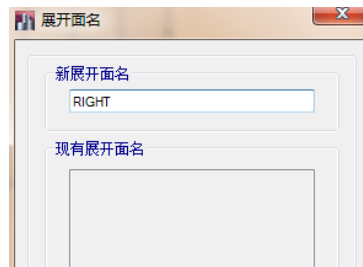

图 4-15 展开面名对话框
1. 点击**绘图>绘制展开立面**定义命令，弹出**展开面名**对话框，如图 4-15 所示。